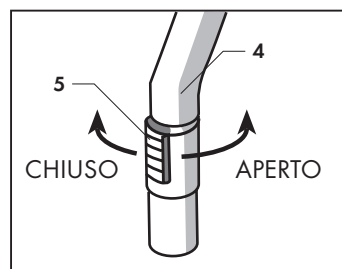

Fig. 9
Questo accessorio è dotato di anello deflussore (5) che permette di regolare la forza di aspirazione (Fig. 9).